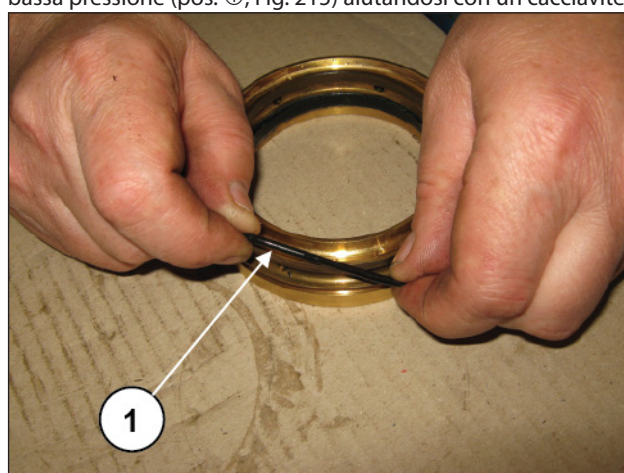
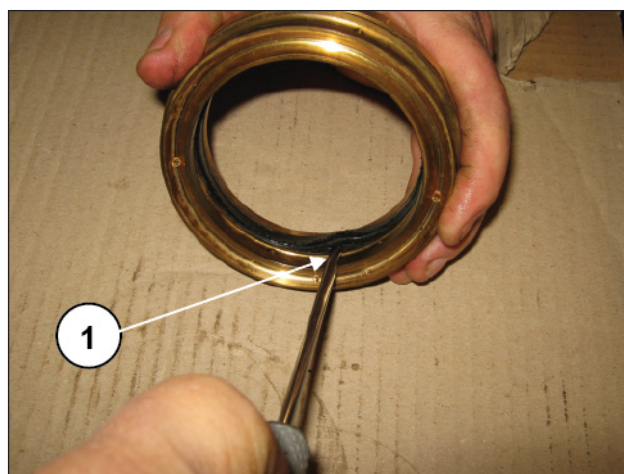

Fig. 214
Fig. 215
Togliere l'anello O-ring (pos. ①, Fig. 214) e la guarnizione di bassa pressione (pos. ①, Fig. 215) aiutandosi con un cacciavite.